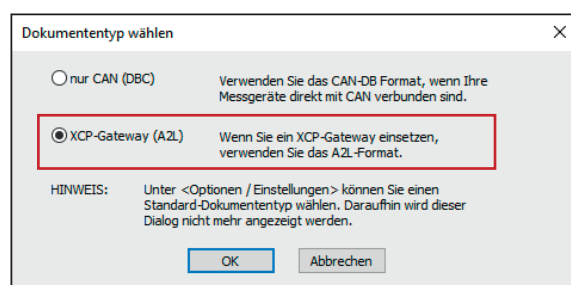

Abb. 5-11: Dialog **Dokumententyp wählen**, Option **XCP-Gateway (A2L)** ausgewählt
- ⇒ Der Dialog **Dokumententyp wählen** (Abb. 5-11) öffnet sich.